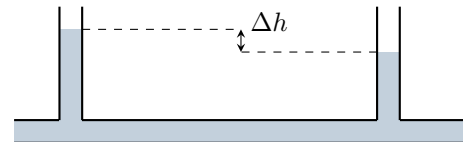

Figure 5 – Mesure de perte de charge.
- 5 - Sur la canalisation horizontale on place deux tubes verticaux remplis d'eau séparés de 10 m. On mesure une différence de hauteur d'eau $\Delta h = 2,0$ cm, voir figure 5. En déduire la perte de charge linéaire due au tuyau d'alimentation.